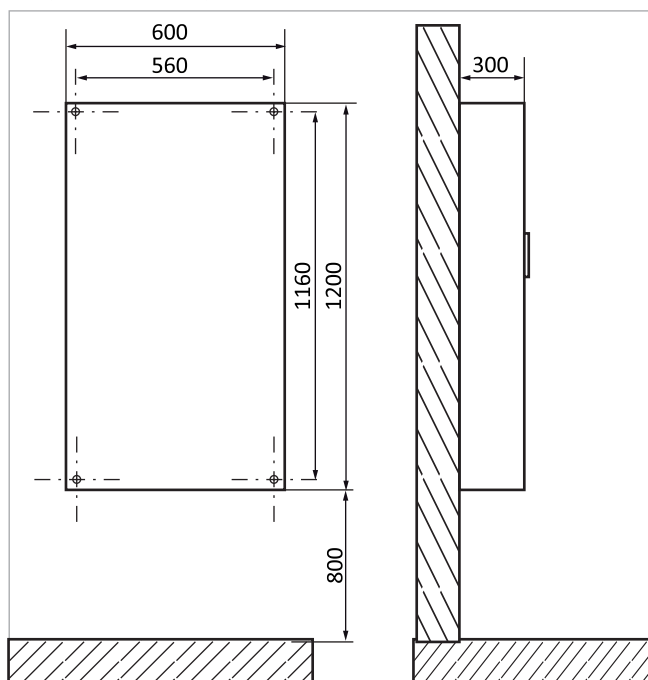

Abb. 3: Anlagenschrank montiert
2. Stellen Sie Montage-Bohrungen mit 10 mm Durchmesser für einen Einbau her, siehe → Abb. 3.